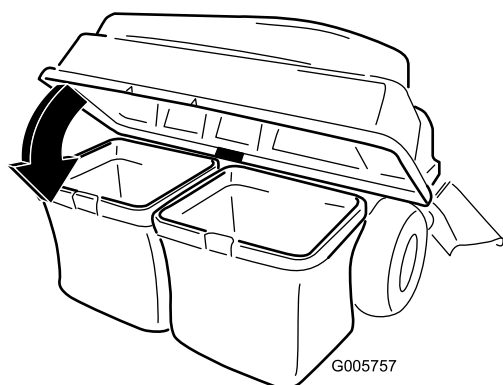

Figure 9
5. Abaissez le couvercle du collecteur sur le bac (Figure 9).